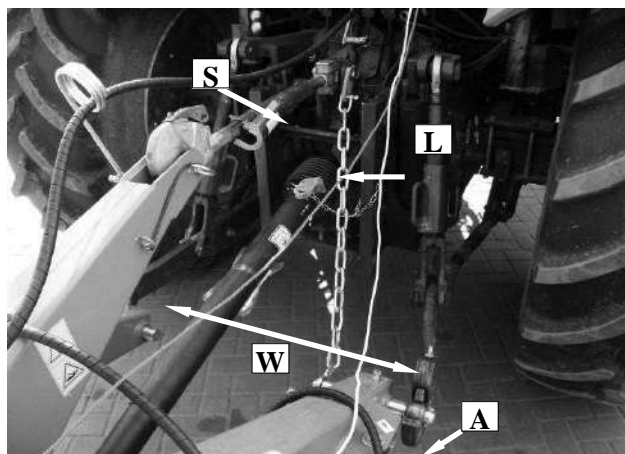

Рис. 8. Навешивание косилки на трактор
Косилку следует соединять с трактором при помощи трёхточечной подвески, как указано на **Рис. 8**. После того, как зафиксировать косилку, следует на ровном грунте отрегулировать настройки при помощи верхней тяги **S**, а также подвесок **W** нижних тяг трактора (**Рис. 8**). Рабочий брус должен быть наклонен по направлению езды – см. Рисунок на стр. 1. Подвески **W** нижних тяг трактора установить на болтах **A** рамы подвески косилки. Цепь **L** установить на болт крепления верхней тяги для защиты косилки перед опусканием подвесок **W**.
- высота среза регулируется центральной тягой **S** (**Рис. 8**). При удлинении тяги **S**, увеличивается высота среза, при уменьшении ее длины – уменьшается высота среза,